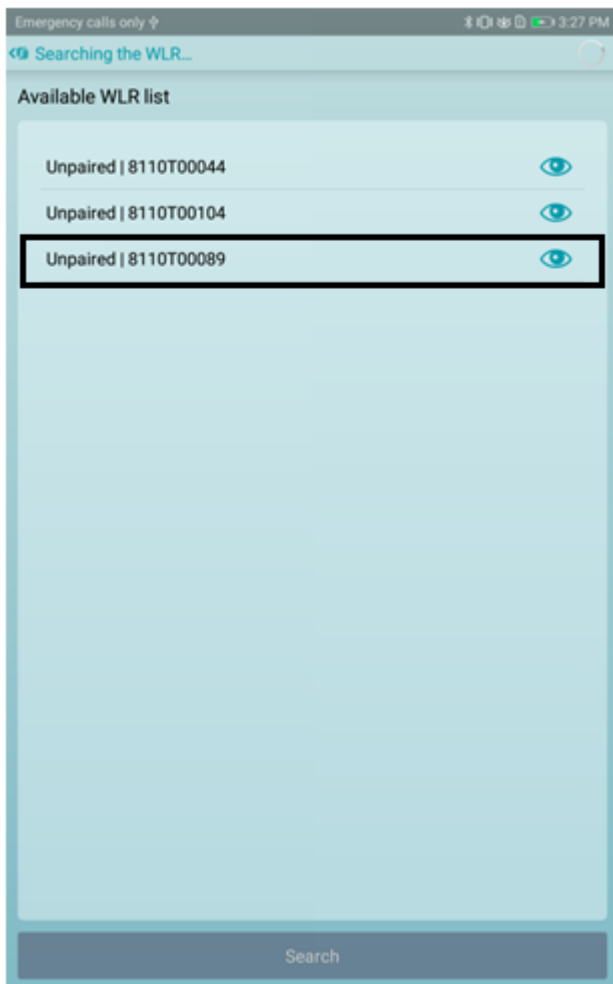

FIGURA 12: Lista de WLR disponible (encontrada
3. Al ingresar a la interfaz de administración de WLR, el software comenzará automáticamente a buscar WLR cercanos. Si no encuentra ningún WLR al que conectarse, haga clic en Buscar para buscar de nuevo. El número de serie del WLR aparecerá en la lista de WLR disponibles (Figura 12);